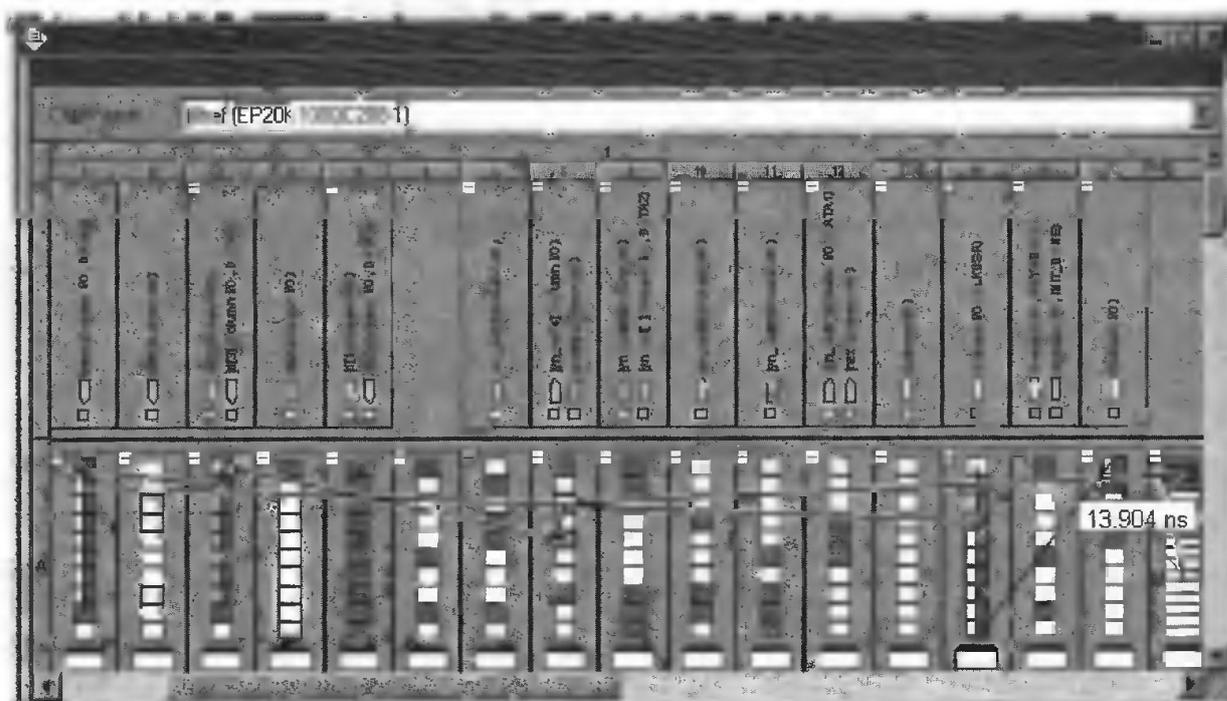

Рис. 3.53
2. Во всплывающем меню щелкните по правой кнопке мыши и выберите **Locate** (локализовать). На топологии проекта выделится путь данных и рядом появится общее время задержки сигнала на этом пути (рис. 3.53).